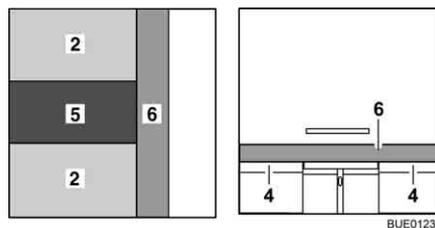

Fig. 93 Después de la transformación
- Colocar el cojín adicional (Fig. 93,5) en la mesa.
- Colocar el cojín adicional (Fig. 93,6) sobre la prolongación del armazón de cama (Fig. 93,4).